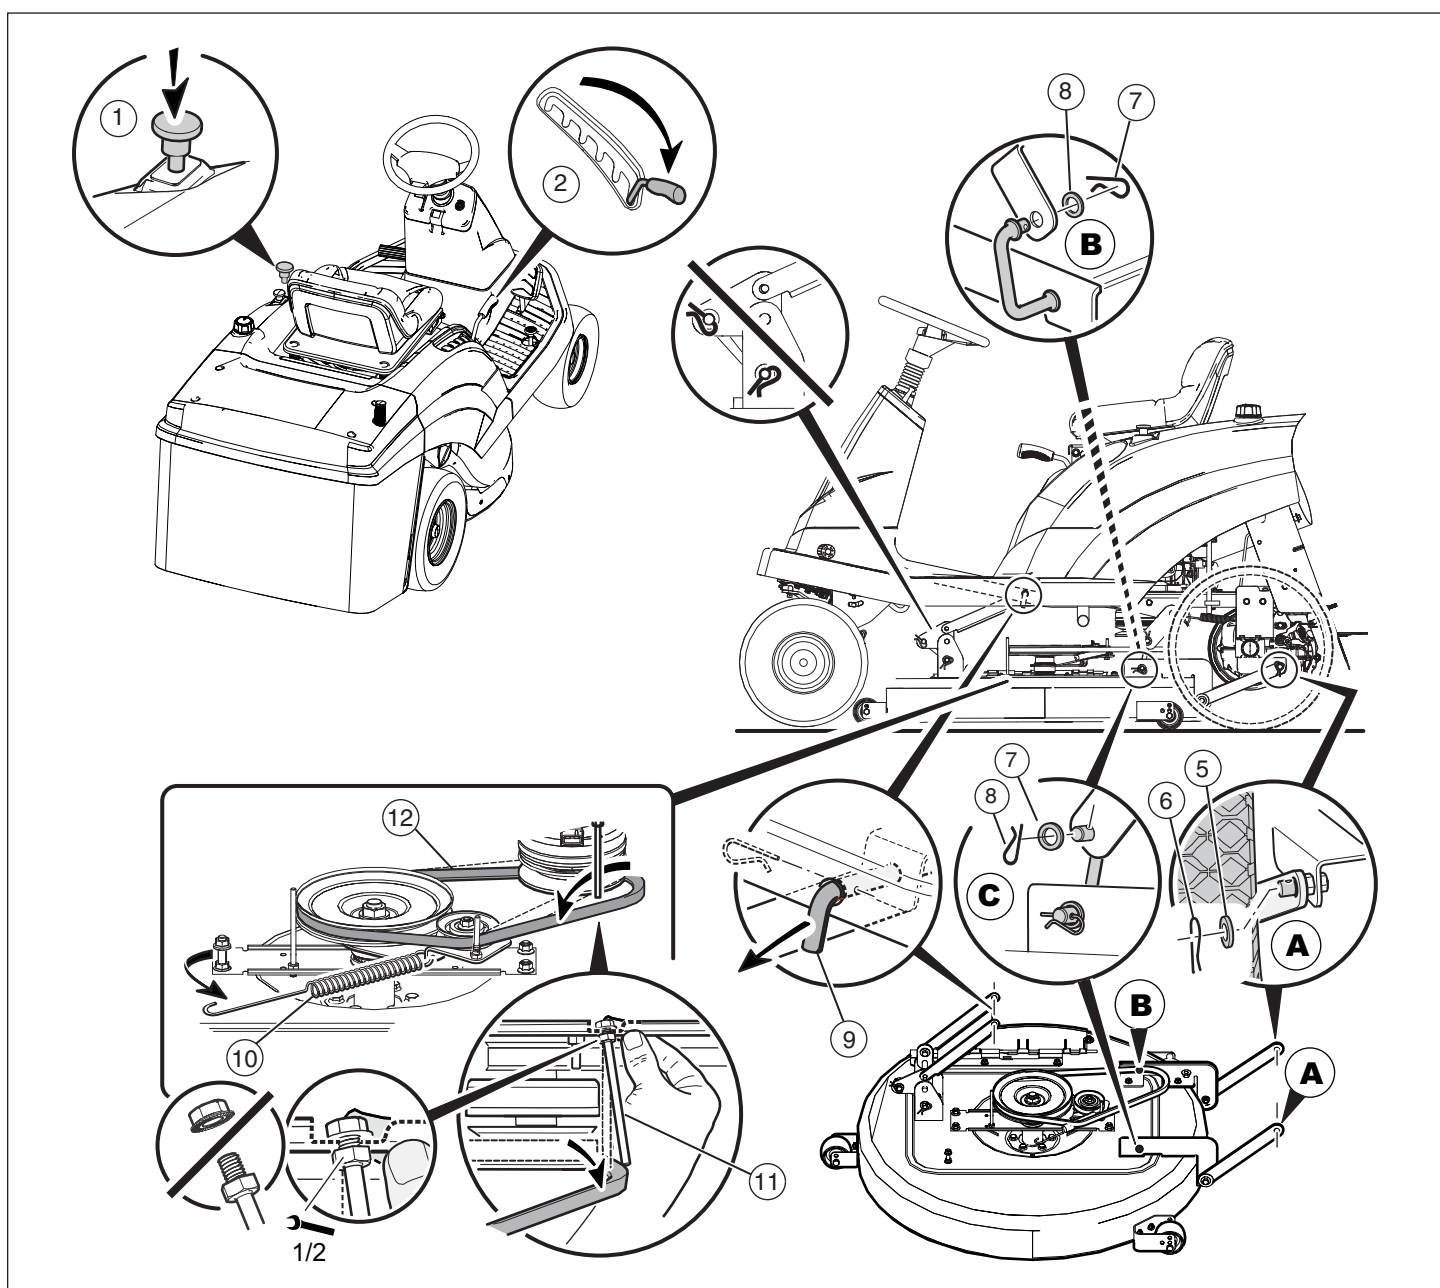

Figura 35
1. Desloque o controlo de rotação da lâmina (1) para a posição DESENGATAR (consulte a **Figura 35**).
3. Remova os ganchos (5) e as anilhas (6) dos braços de suspensão traseira (consulte a **A**, **Figura 35**).
4. Remova os ganchos (7) e as anilhas (8) dos elos da suspensão (consulte a **B** e **C**, **Figura 35**).
5. Separe o suporte frontal (9) do apoio da estrutura.
6. Separe a mola de extensão (10) do suporte da plataforma do corta-relva.
7. Desaperte a guia da correia (11) da polia de empilhamento.
8. Remova a correia de transmissão do corta-relva (12) da polia do motor.